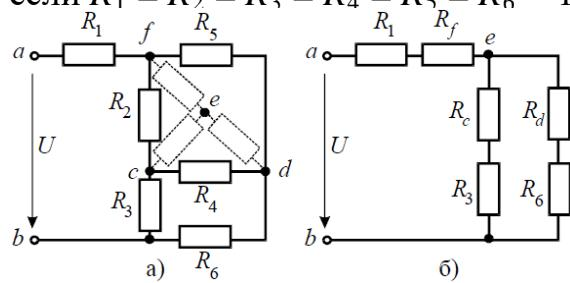

Рис. 2
**Задача 2.** Определить эквивалентное сопротивление относительно зажимов  $a-b$ , если  $R_1 = R_2 = R_3 = R_4 = R_5 = R_6 = 10$  Ом (рис. 2, а).
Преобразуем соединение «треугольник»  $f-d-c$  в эквивалентную «звезду». Определяем величины преобразованных сопротивлений (рис. 2, б):